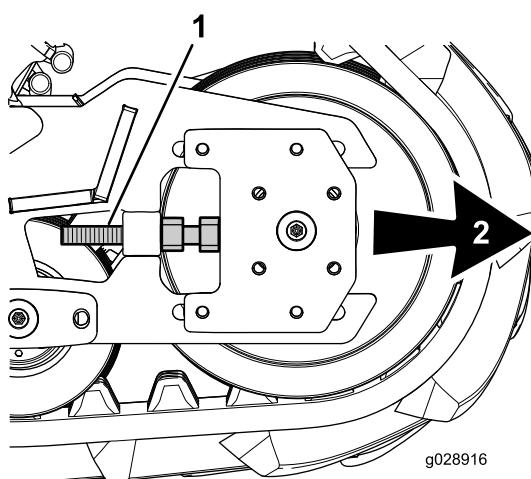

Figura 15
- Gire los pernos de los ajustadores de oruga internos y externos hacia afuera (Figura 15) la misma cantidad, para que la tensión de la oruga sea equivalente mientras la fija en el lugar.